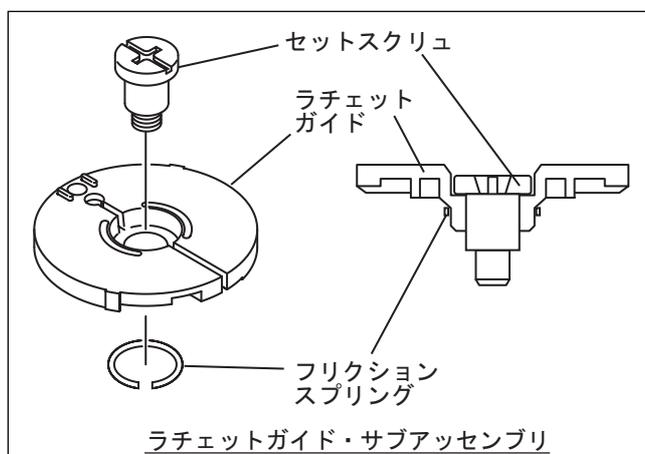

図 12-6
-2 ラチェットが動かないように、ラチェットガイド、サブアセンブリを取付けてください。(図 12-6)